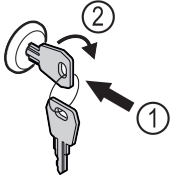

Fig. 160
- ▶ Πιέστε μέσα το κλειδί Fig. 160 (1).
- ▶ Περιστρέψτε το κλειδί 90° δεξιόστροφα Fig. 160 (2).